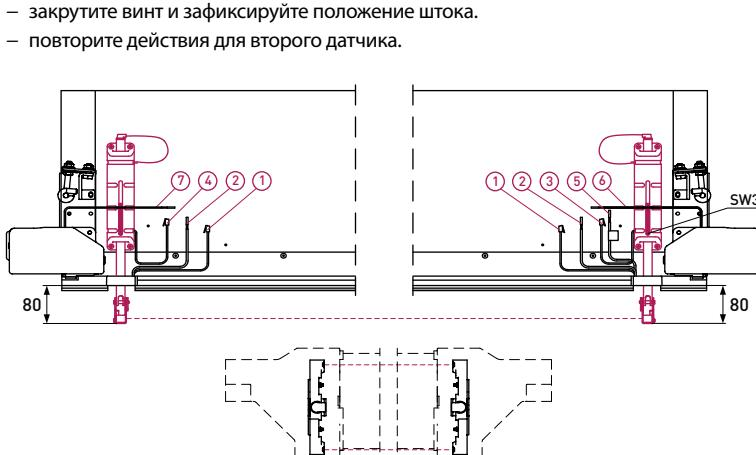

Рис. 1 — Регулировка положения штока с датчиком комплекта **PFS-200KIT**
- При поставке ворот комплект фотоэлементов с кронштейнами **PFS-200KIT** установлен на полотне в транспортном положении, электрические кабели подведены к местам подключений. После сборки ворот требуется регулировка (рис. 1):
На рис. 1 в качестве примера показаны кабели полотна промышленных ворот с калиткой с плоским порогом: